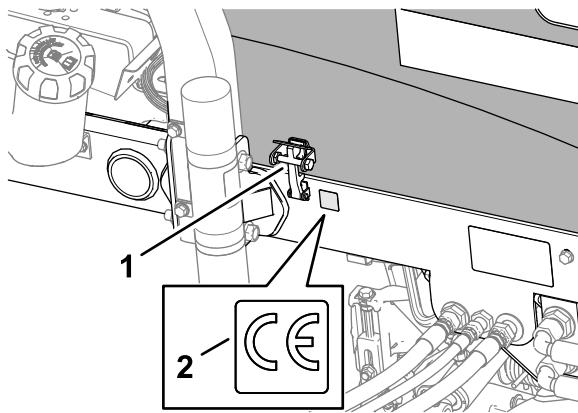

Figura 22
3. Limpie con alcohol el bastidor izquierdo junto al cierre del capó y deje que se seque el bastidor (**Figura 22**).
4. Retire el reverso de la pegatina CE (pieza n.º 133-8095) y péguela en el bastidor, tal y como se muestra en la Figura 22.